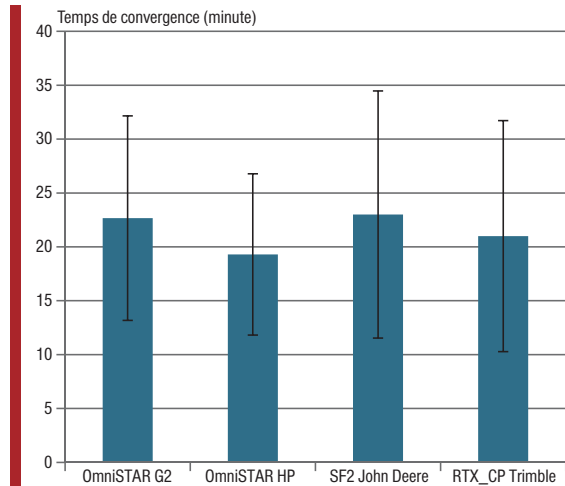

Figure 3 : Les différences entre les différents signaux ne sont pas apparues significatives sur le plan statistique.
la précision relative est alors plus faible que celle annoncée précédemment. Pour le SF2, elle revient au niveau de celle du SF1, soit  $\pm 24$  cm au lieu de  $\pm 5$  cm. Pour les corrections d'OmniSTAR, le récepteur à la même précision qu'avec un signal Egnos, soit environ  $\pm 60$  cm et non  $\pm 6-7$  cm. Même chose pour le RTX Center Point : son niveau de précision n'est plus que de  $\pm 18$  cm, comme le RTX Range Point, au lieu de  $\pm 6$  cm. Pour bénéficier d'une précision optimale, il faut donc laisser passer le temps de convergence avant de commencer à travailler. Celui-ci varie de 19 à 23 minutes en moyenne et de 30 à 38 cm dans 95 % du temps (figure 3). Les écarts entre matériels sont statistiquement inexistant (1).